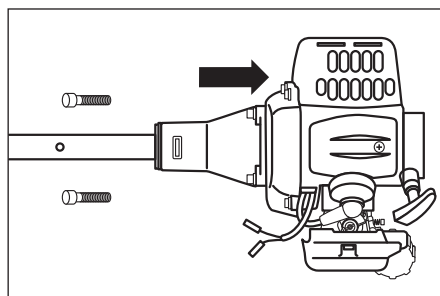

Рис. 6
5. Установите штангу в сборе на двигатель и закрепите, используя четыре винта (рис. 6). Проверьте надежность соединения.